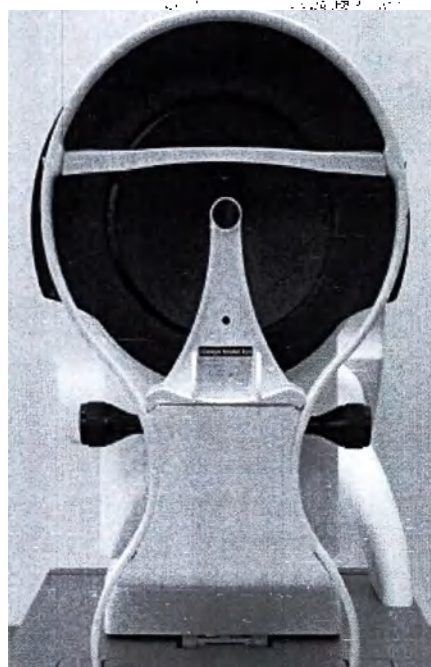

Рис. 5-7 — Модель глаза и ее установка на опоре для подбородка
- На Рис. 5-7 показано расположение маркировки, нанесенной на каждой отдельной модели глаза и модель глаза, установленная спереди на опоре для подбородка.